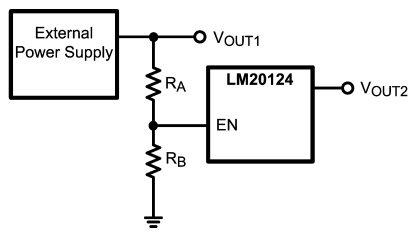

FIGURE 6. Sequencing LM20124 with Precision Enable
LM20124 の高精度イネーブル (EN) ピンおよびパワーグッド (PGOOD) ピンを使って、多くのシーケンス要件に対応できます。Figure 6 に示すとおり、2 つの外部抵抗を使用することにより、高精度イネーブル・ピンで LM20124 のターンオンを制御できます。